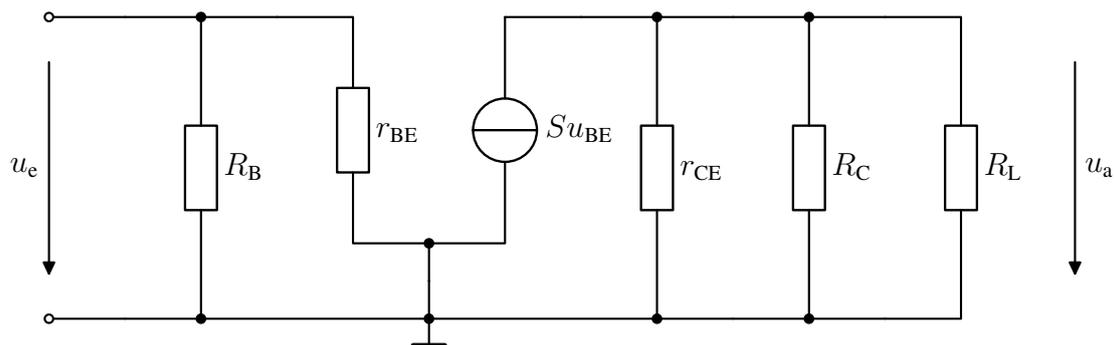

Abbildung 3: Kleinsignal-Ersatzschaltbild
e) Das Ersatzschaltbild der Schaltung ist in Abbildung 3 gegeben: